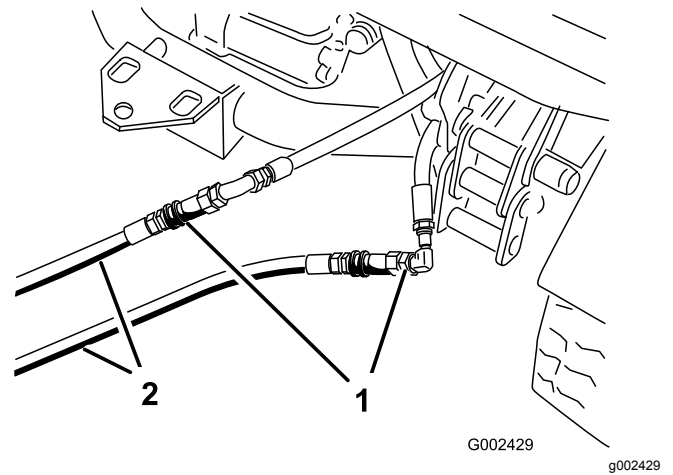

Bild 84
- Schließen Sie an der defekten Maschine die beiden Überbrückungsschläuche an die Schläuche an, die abgeschlossen wurden (Bild 84).